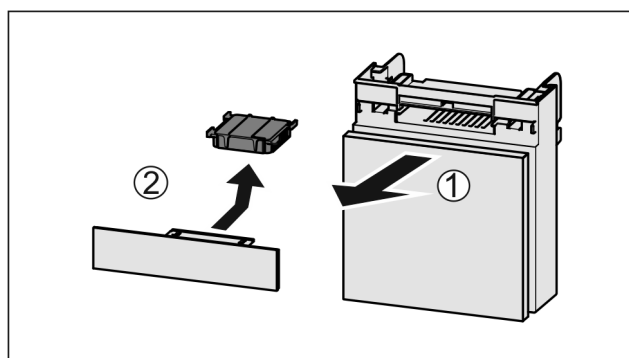

Fig. 136
- Estrarre il vano tirando in avanti Fig. 136 (1).
- Rimuovere il filtro a carboni attivi Fig. 136 (2).